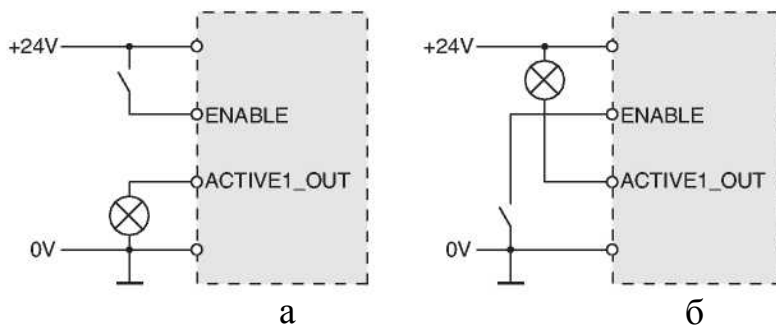

Рис. 4.1 Типы логики
- *source [sou]* – для выходов-источников тока (по умолчанию). В данном случае выход имеет внутренний источник, а вход активизируется путем присоединения его к положительной клемме внешнего источника (рис. 4.1а);
точника и в активном состоянии имеет низкий потенциал (рис. 4.1б). Вход активизируется путем подключения к общей точке (земле).